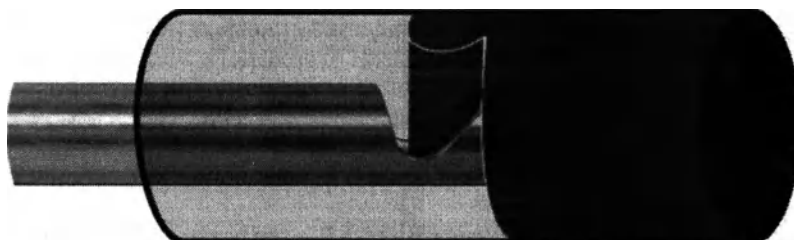

Рисунок 5.52 Непрерывная обработка всего вагинального канала
- Выполните лазерные импульсы на преддверии, за исключением уретры; облучая фракционированным лазерным лучом поперек всей области преддверия и входа во влагалище (см. Рис. 5.52).